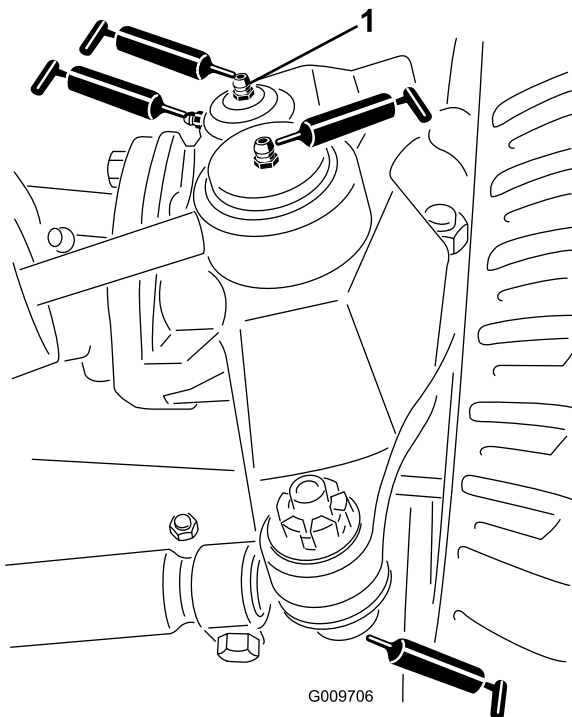

Figura 103
- Articulaciones esféricas del cilindro de dirección (2); consulte Figura 103
- Articulaciones esféricas de la barra de acoplamiento (2); consulte Figura 103
- Casquillos del pivote de dirección (2); consulte Figura 103.